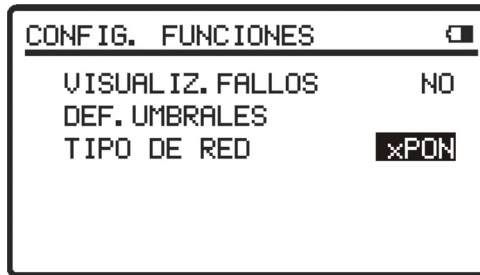

Figura 11.- Pantalla **CONFIGURACIÓN FUNCIONES**.
- 3.- Pulse **SEL**  [4] o **CONFIG**  [2] para entrar en la pantalla de configuración (ver figura 11).